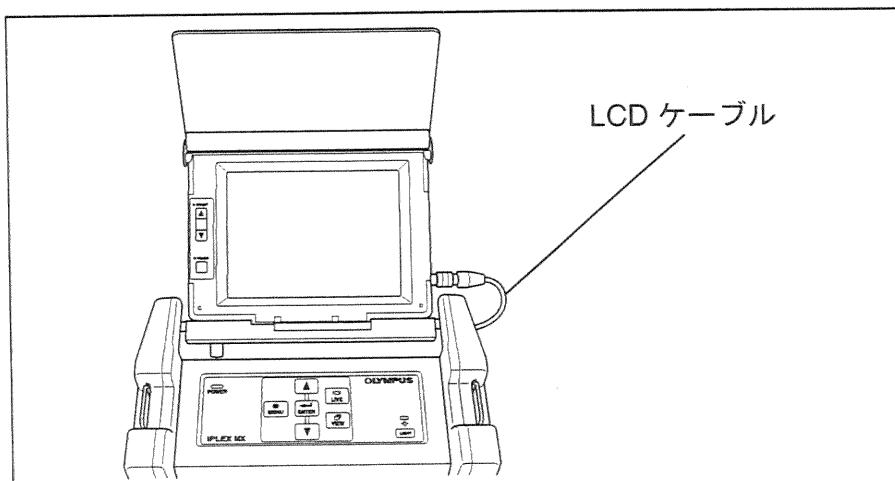

図 3.16
1. LCD ケーブルに切れなどの異常がなく、LCD コネクタ部に確実に接続されていることを確認します（図 3.16 参照）。
2. LCD モニターが MX 本体に対してスムーズに回転し任意の位置で固定されることを確認します（図 3.16 参照）。
2. LCD 角度調節がスムーズに可変するか点検します（図 3.16 参照）。